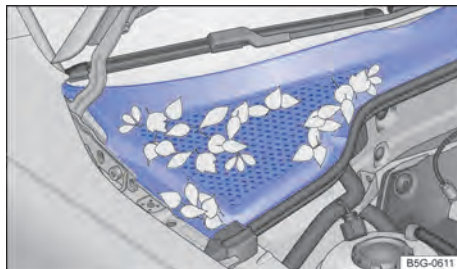

Fig. 189 Entre el compartimiento del motor y el parabrisas: caja de agua (representación esquemática).
- La caja de aguas está ubicada en el vano motor, entre el parabrisas y el motor, y bajo una cubierta perforada → fig. 189. El aire ambiente es aspirado de la caja de aguas al interior del vehículo por medio del sistema de calefacción y ventilación o del aire acondicionado.